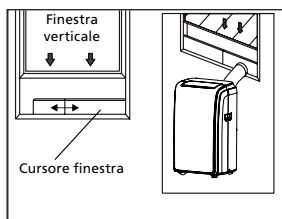

Fig. 5
- 4 Fissare l'uscita del tubo nel kit cursore finestra e sigillare (Fig. 5 e 6).